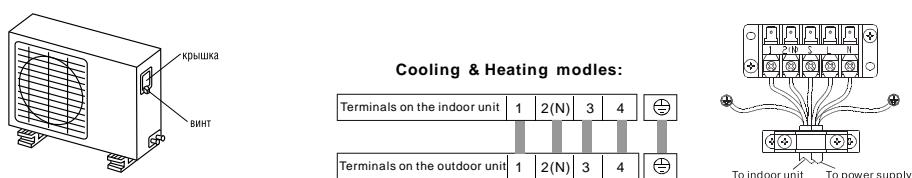

Рис. 21
- Снимите крышку электрического отсека наружного блока (рис. 21).